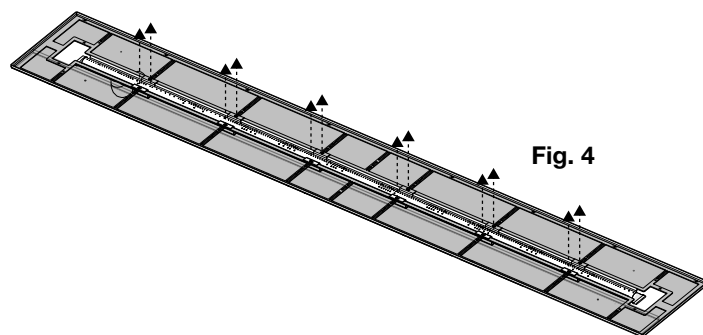

Fig. 4
- ☐ 8. Remove screws securing the old burner tube to the burner assembly (screw count varies by size of appliance) (**Fig. 4**).
- ☐ 8. Retirez les vis fixant l'ancien brûleur tubulaire à l'assemblage du brûleur (le nombre de vis varies par appareil) (**Fig. 4**).